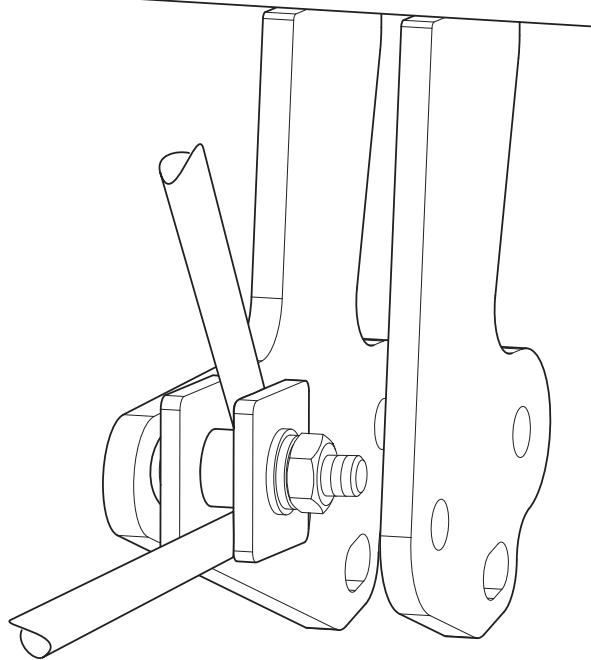

Fig.2
7. Montar el travesaño en el anillo de enganche en el centro (fig. 2).
7. Fissare il centro della traversa all'anello di traino (fig. 2).